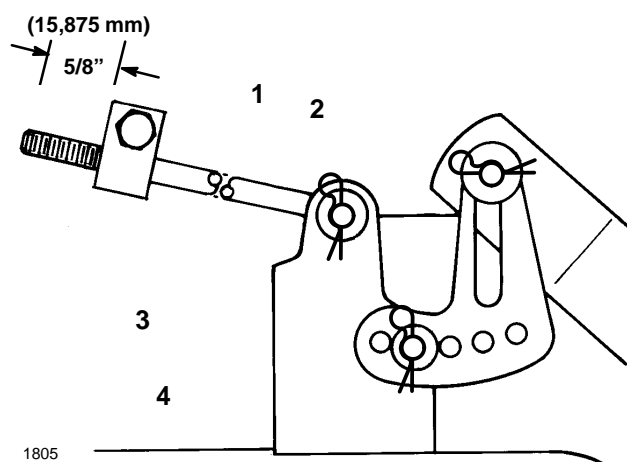

Abbildung 51
3. Die Länge des Stangenstücks messen, das vorne aus dem Justierblock an den Seiten des Fahrgestells ragt (Abb. 51). Wenn die Stangenlänge nicht $5/8''$ (15,8 mm) beträgt, Haarnadelsplint und Unterlegscheibe vom Ende der Stange entfernen (Abb. 51) und die Stange drehen, bis der Wert von $5/8''$ (15,875 mm) erreicht ist. Dann das Ende der Stange in der Öffnung in der Mähwerkhalterung anbringen und mit Unterlegscheibe und Haarnadelsplint befestigen. Den Vorgang an der gegenüberliegenden Seite wiederholen.